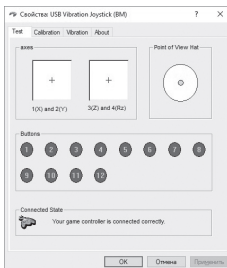

Рис. 9
• Для проверки и настройки в режиме «DirectInput» выберите «Свойства» в окне «Игровые устройства», при этом всплывет окно «Свойства: USB Vibration Joystick (BM)». Во вкладке «Test» можно проверить исполнение команд при нажатии на кнопки и вращении джойстиков, а также проверить корректность подключения джойстика к ПК в строке «Connected State» (рис.9).